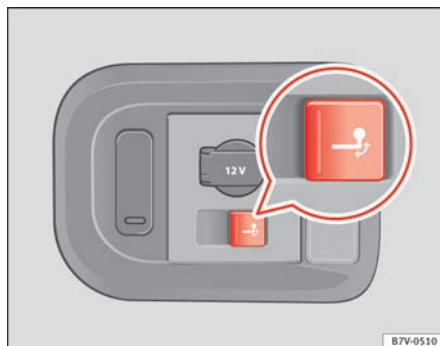

Fig. 153 I bagagerummet i højre side: knap til elektrisk ud- og indklapning af kuglehoved
- Træk i knappen ⇒ Fig. 153 et kort øjeblik. Kuglehovedet løsnes elektrisk og drejer automatisk ud. Kontrollampen i knappen blinker.
- Træk i kontakten ⇒ Fig. 153 et kort øjeblik. Kuglehovedet løsnes elektrisk, og kontrollampen i knappen blinker.